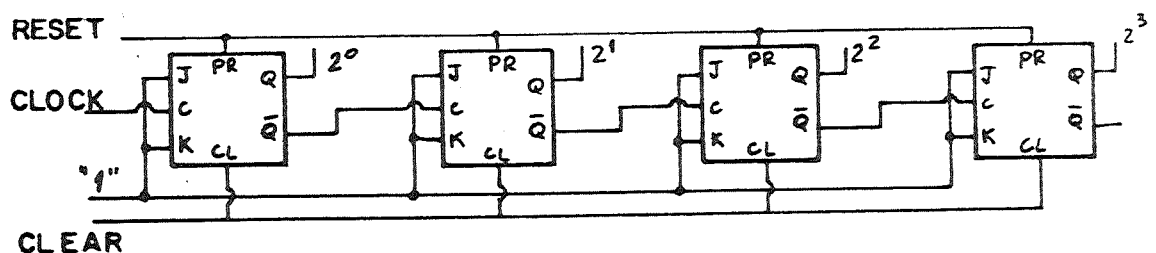

Figura 2
- Idem ao item b) considerando que a chave foi levada para a posição (2).
3. Dado o esquema de um contador assíncrono para baixo (down-Counter), Figura 2 projetar um circuito que adicionado a ele, possa, através de um sinal de controle X , fazer com que o contador conte para cima ($X=0$) ou para baixo ($X=1$), (UP-DOWN COUNTER).